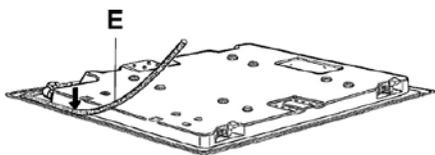

Fig. 9
- A aplicação da massa de calafetar deve ser feita da seguinte forma: apoiar o cooktop com o seu lado inferior para cima [fig. 9]. As tiras de massa de calafetar "E" devem ser colocadas na borda que ficará em contato com o tampo, em toda a sua periferia. Fazer com que a aderência entre a massa de calafetar e a borda do cooktop seja boa, pressionando com os dedos. Ao final deve haver total continuidade do material de isolamento na borda do cooktop.